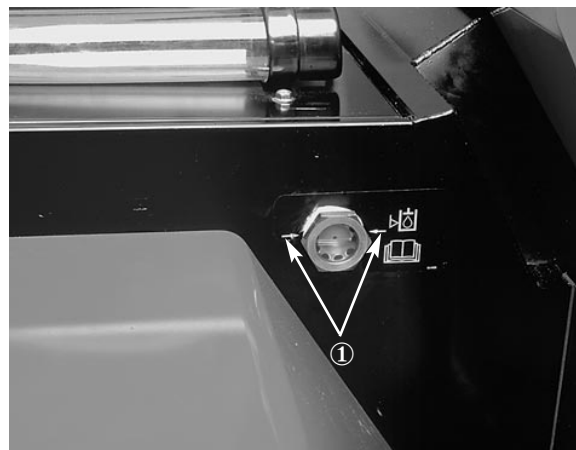
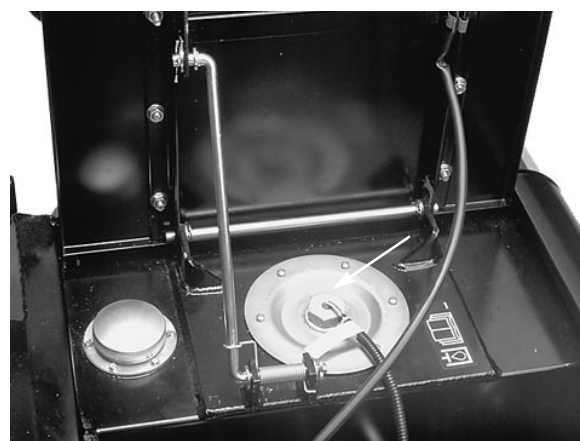

Fig. 32
Fig. 33
Quando la macchina è parcheggiata su terreno piano l'olio idraulico freddo deve trovarsi a 50 ÷ 100 mm sotto le frecce del vetro spia. L'olio caldo deve essere a livello con le frecce del vetro spia (Fig. 32).
2. Pulire attorno al coperchio del serbatoio (Fig. 33). Togliere il coperchio e rabboccare con olio idraulico finché non è a livello con le frecce del vetro spia (Fig. 32).
6. Guardare il vetro spia (Fig. 32). L'olio idraulico caldo deve essere a livello con le frecce; se fosse basso, rabboccare con olio idraulico.